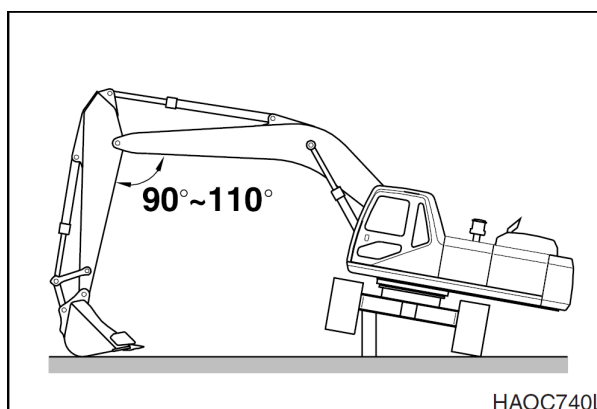

Рис. 1
1. Натяжение гусеничной ленты проверяется путем подъем одной стороны экскаватора. См. рис. 1. Поместить блоки под раму во время проведения измерений.